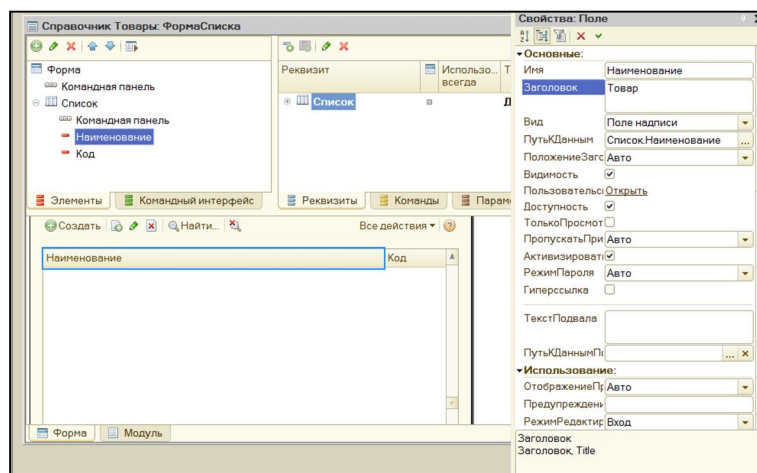

Рис. 23. Окно свойств поля «Наименование» справочника «Товары»
- 2) установить в разделе «Заголовок» новый вариант подписи – «Товар» (рис. 23).